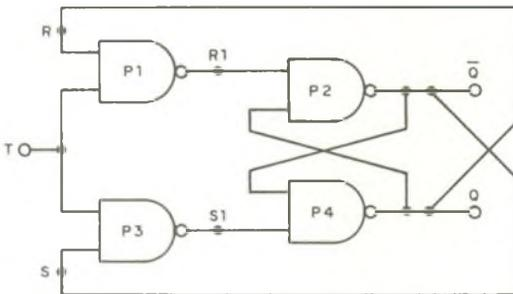
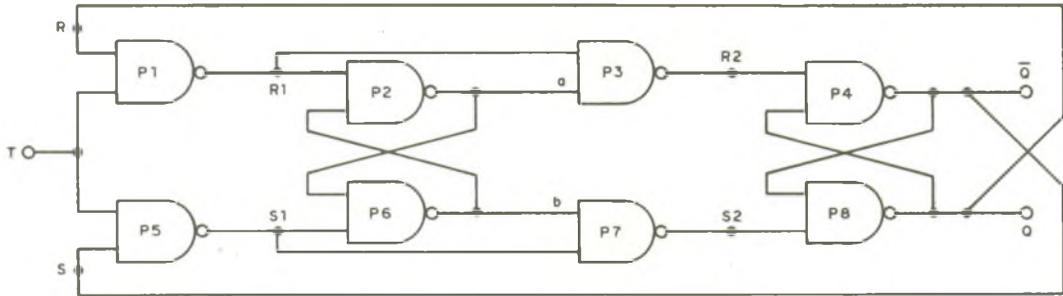
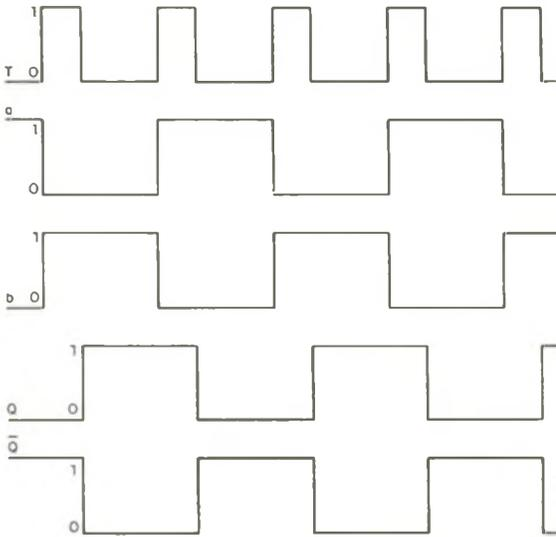
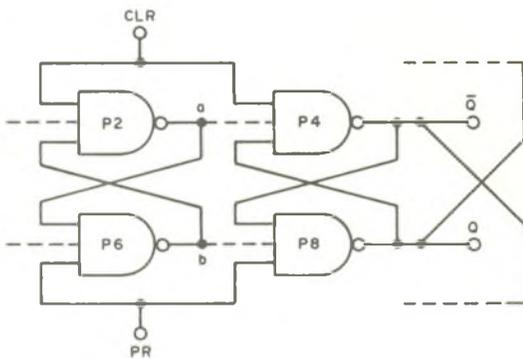

Figura 47 — Circuito oriundo de um "flip-flop" R-S-T básico a portas NE.
Figura 48 – Circuito de “flip-flop” mestre-escravo, tipo T, básico.
Figura 49 — Diagrama de fases do circuito lógico da figura anterior.
Figura 50 — Introdução das linhas de comando "preset" e "clear" no circuito do FF da figura 48.
Consideremos o circuito de "flip-flop" R-S-T básico mostrado na figura 28 (2ª parte) e interliguemos diretamente a entrada R com a saída Q e a entrada S com a saída  $\bar{Q}$ , ficando apenas a entrada T para receber os sinais de entrada (figura 47) e constataremos a possibilidade de "virar" o FF sempre que se aplique um estímulo adequado a essa única entrada T do circuito — espera-se que o novo elo de realimentação aplicado apresente resultados satisfatórios.
cuito mais simples que esse e, de preferência, que só utilize circuitos lógicos. A solução se encontra apresentada na figura 48, cujo circuito passaremos a analisar – destaca-se a presença de um par de FFs cruzados no seu “miolo” e um par de portas NE na entrada, dando a aparência de um bi-estável
A figura 49 mostra o diagrama de fases da sequência analisada, estando também apresentado o comportamento lógico dos pontos internos a e b do circuito (figura 48). Nesta figura a e b mudam de estado lógico sempre que há uma transição de 0 para 1 de T, e Q e  $\bar{Q}$  mudam de valor lógico sempre que se apresenta o flanco descendente do sinal aplicado.
Com o circuito da figura 48 tanto poderemos
Substituindo as portas P3, P4, P7 e P8 de dupla entrada do circuito da figura 48 por portas lógicas de três entradas e interligando convenientemente, duas a duas, essas outras entradas, tal qual o mostrado pela figura 50, obteremos as denominadas entradas "preset" (PR) e "clear" (CLR) já abordadas na 2ª parte deste trabalho. De fato: a aplicação de um nível 0 em PR faz com que  $b = Q = 1$  e  $a = \bar{Q} = 0$  e a aplicação de um outro estímulo em CLR, traduzido por um nível 0, faz com que  $a = \bar{Q} = 1$  implicando em  $b = Q = 0$ ; no primeiro caso o circuito foi "presetado" e no segundo foi reciclado, permanecendo em uma destas condições até que o estímulo em PR, ou CLR, seja retirado. (1)
Como já foi dito, a implementação apresentada na figura 48 é constituída por um "flip-flop" R-S formado pelas portas P2 e P6 que reage ao flanco ascendente do pulso aplicado em T, o qual é encaminhado a este FF através das portas P1 e P5. A segunda seção da implementação é constituída por um circuito de encaminhamento (operadores lógicos P3 e P7) e um "flip-flop" R-S ("gates" P4/P8), reagindo ao flanco descendente do pulso — esta seção pode ser considerada, a priori, como um bi-estável R-S-T modificado.
imediatamente após a aplicação do primeiro pulso, o valor lógico de S1 passa a ser 0 (situação II), esta condição oriunda da primeira seção atua na segunda via P3 fazendo S2 = 1 que causa a inibição do “flip-flop” à frente (P4/P8 – figura 48). Então, a condição S1 = 0, que se mantém enquanto T = 1, é a responsável pela inibição das oscilações do circuito da figura 47 conforme tivemos oportunidade de verificar. Outra condição de efeito semelhante é R1 = 0, também situada na primeira seção do circuito, que se mantém enquanto T = 1 no segundo pulso (condição IV da última tabela acima).